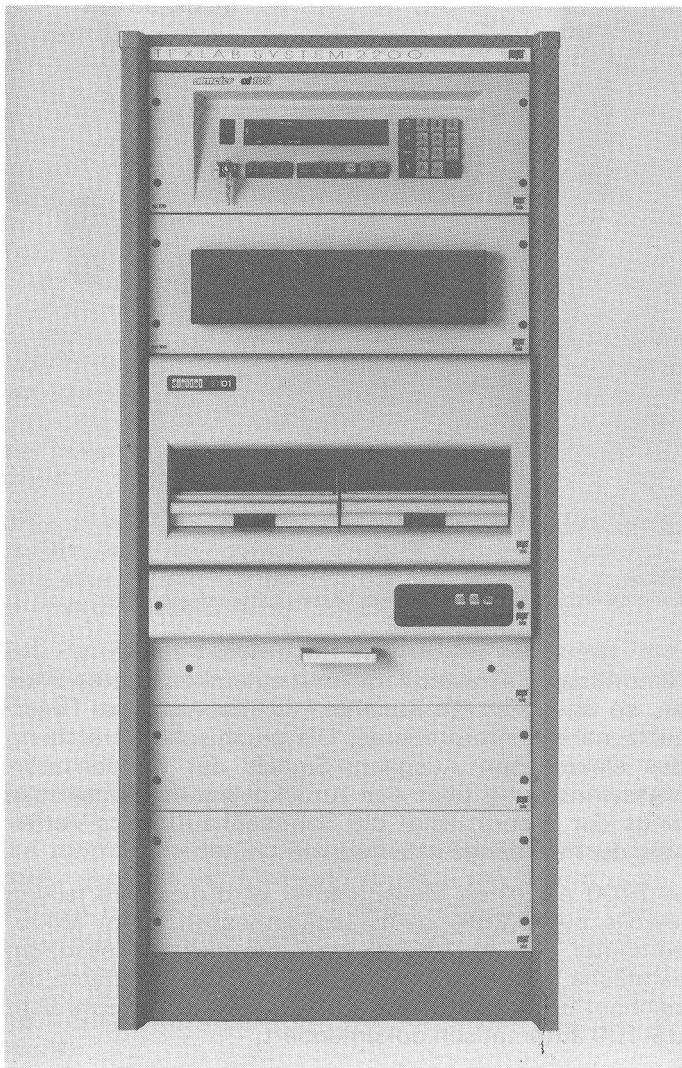

Bild 9:
- der Texlab-System-Schrank mit dem Faserlängen-Messgerät AL-100 (Bild 9)